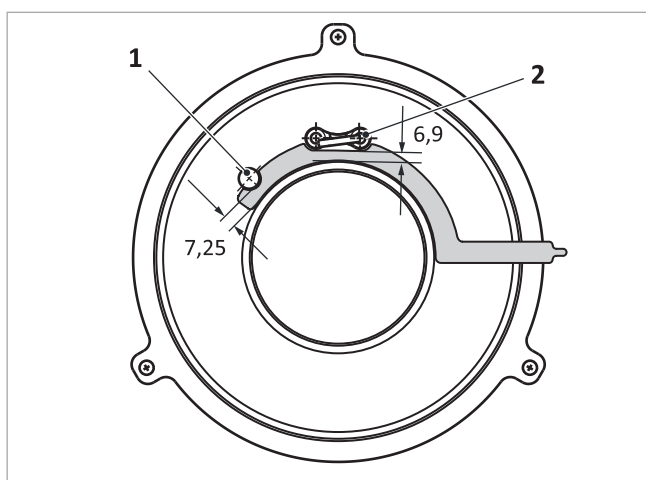

Fig. 142 : écarts entre les électrodes d'allumage et d'ionisation vers la tête du brûleur
- Électrodes d'ionisation → Fig. 142 (1) : 7,25 mm
- Électrodes d'allumage → Fig. 142 (2) : 6,9 mm